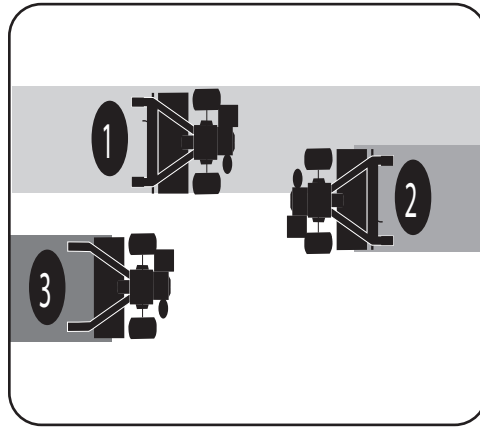

Figura 4-14
- Si las dimensiones del jardín no permiten la labranza en sentido longitudinal y luego en sentido transversal, traslape las primeras pasadas en el ancho de 1/2 cultivadora, continuando con sucesivas pasadas a 1/4 ancho. Consulte la Figura 4-14.